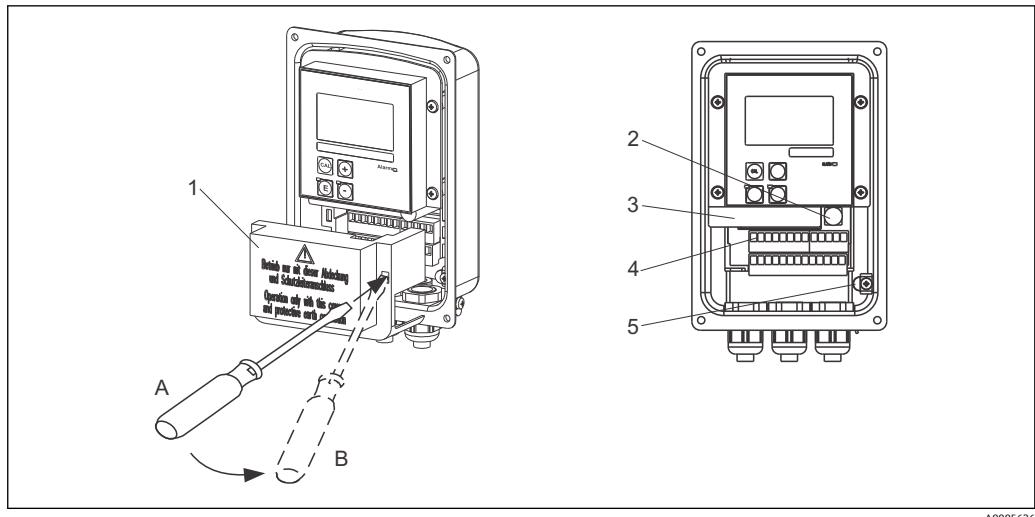

图 17 外壳打开
2. 从端子接线排上拆除盖板架。将螺丝刀插入至凹槽 (A) 中 (参见 → 図 17)，并向下压 (B)。